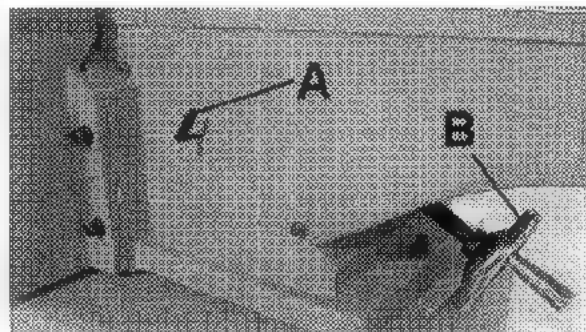

FIGURE 22
2. Desserrez la vis de verrouillage (A) Fig. 22, et tournez la manivelle (B). Une fois que la table de sortie est parallèle aux couteaux de la tête de coupe, reserrez la vis de verrouillage (A).